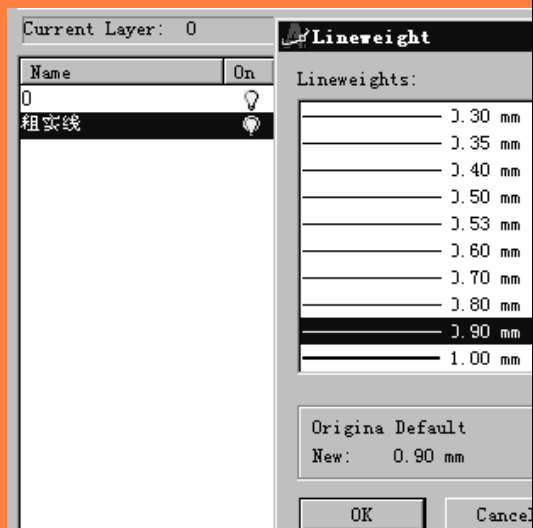

图 1-5 选定粗实线的线宽值
(5) 单击 Lineweight(线宽)栏的 Default(默认),此时,AutoCAD2000 会弹出 Lineweight(线宽)对话框,如图 1-5 所示。
(6) 移动对话框中的上下箭头,选